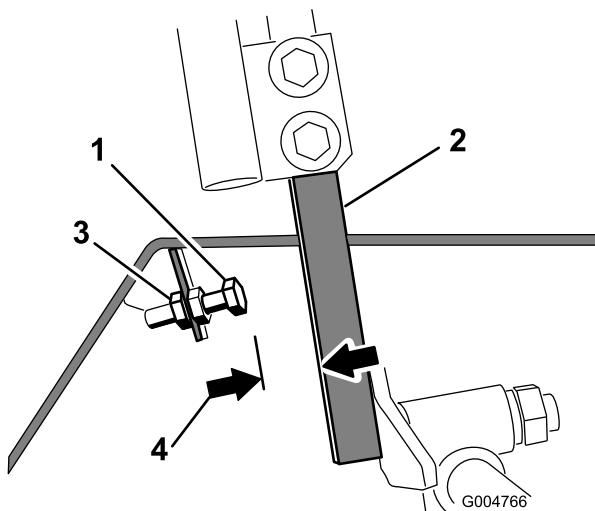

Figura 67
4. Solte a porca de bloqueio no parafuso de bloqueio de uma das alavancas de controlo (Figura 67).